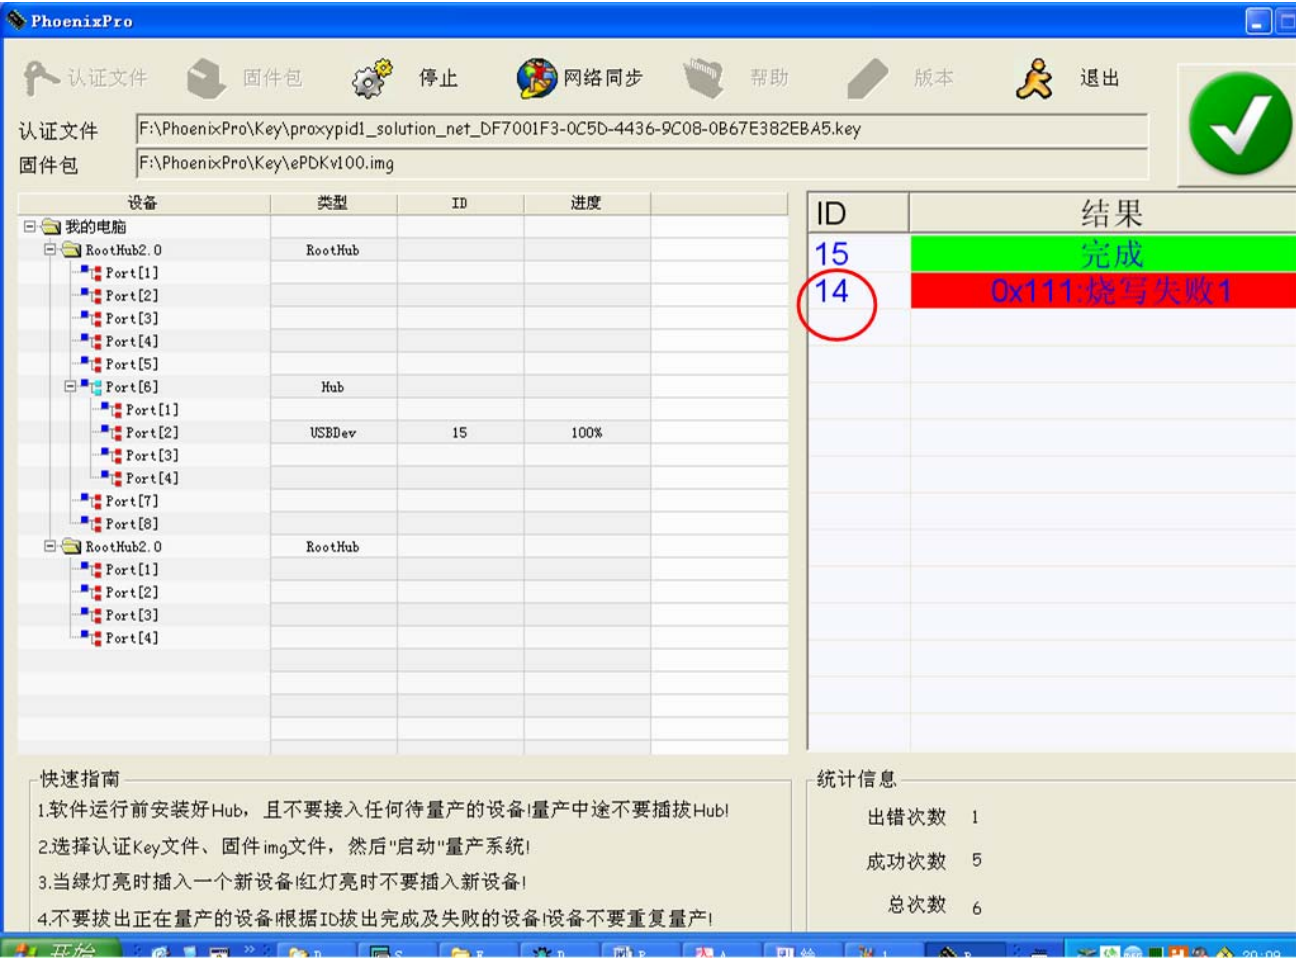

图 3.15 量产过程 ID14 的设备出错
⑤ 图 3.15 为量产过程中设备出错。此时用户需拔出出错的设备。